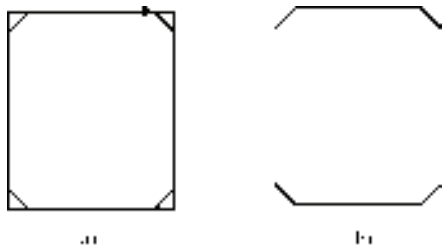

图 4-58 斜线连接多段线
(3) 多段线(P) 对多段线的各个交叉点进行倒角编辑。为了得到最好的连接效果，一般设置斜线是相等的值。系统根据指定的斜线距离把多段线的每个交叉点都作斜线连接，连接的斜线成为多段线新添加的构成部分。如图 4-58 所示。